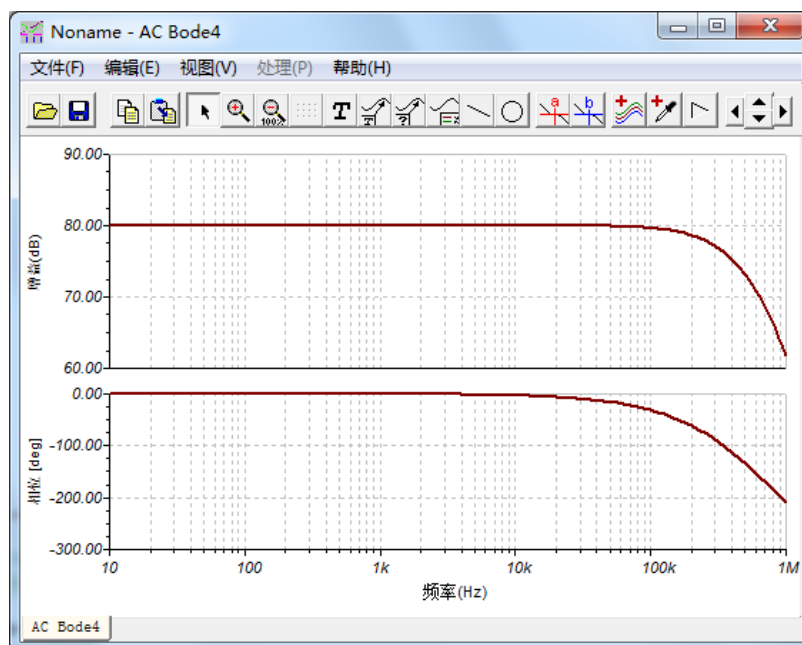
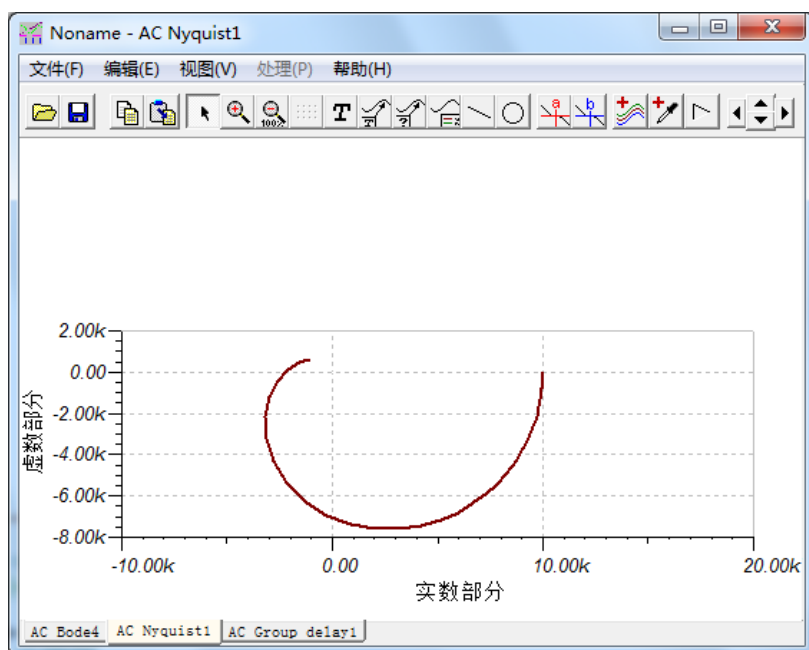

图 16 振幅和相位与频率的关系
图 17 奈奎斯特图
- 4) 点击确定按钮，运行分析，振幅和相位与频率的关系如图 16 所示，奈奎斯特图如图 17 所示。在实际的窗口中所显示的坐标轴、刻度、背景网格颜色等等都可以被编辑，所有这些都可由用户根据需要进行设置。